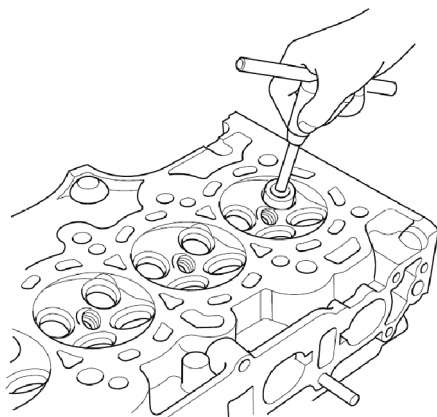

图 10-36 修复气门座
2) 使用气门座铰刀修复气缸盖中的气门座，如图 10-36 所示。